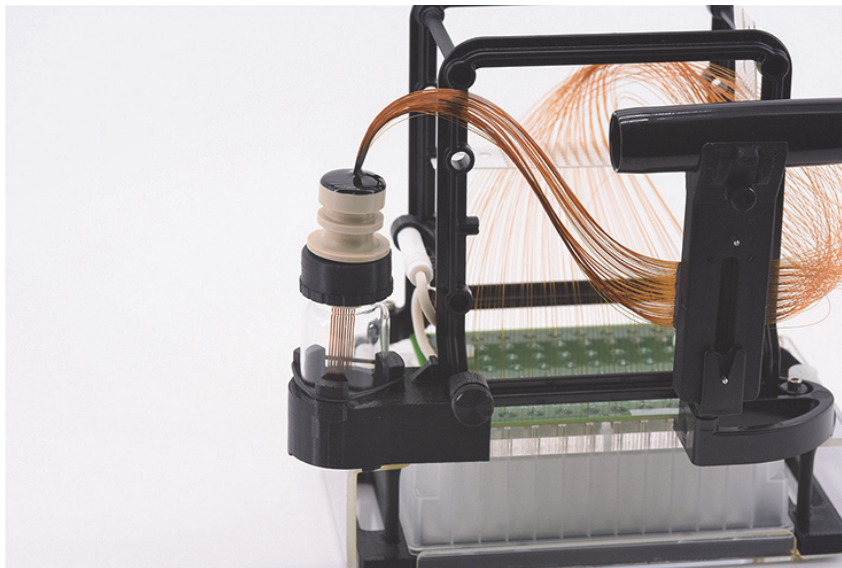

图 115 安装有阵列的阵列对接底座
如需查看安装有阵列轴杆储存装置的阵列的完整图片，请参阅图 115。
- 8 从黑色储存插头中取出毛细管阵列出口轴杆，并将其放入阵列轴杆储存装置中，如图 115 所示